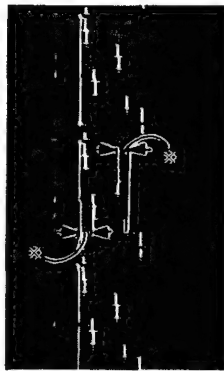

図 12-1
- 3. 出力波形が図 12-1 で示す※の間隔が無くなるように、RV4 を調整する。